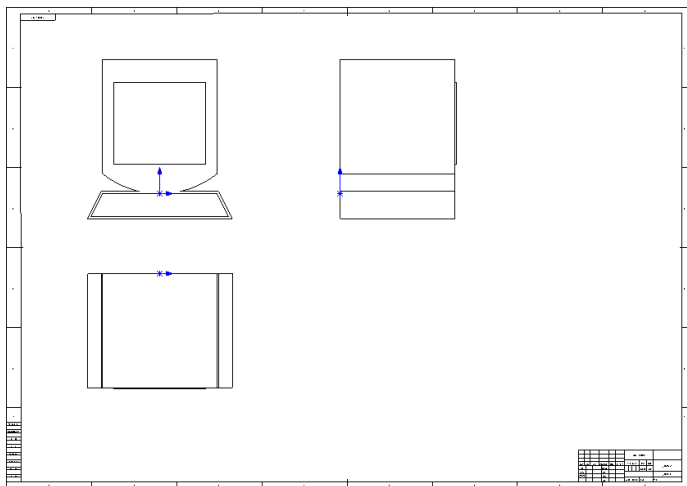

图 11-4 创建标准三视图
(4) 单击【打开】按钮，即可创建标准三视图，效果如图 11-4 所示。